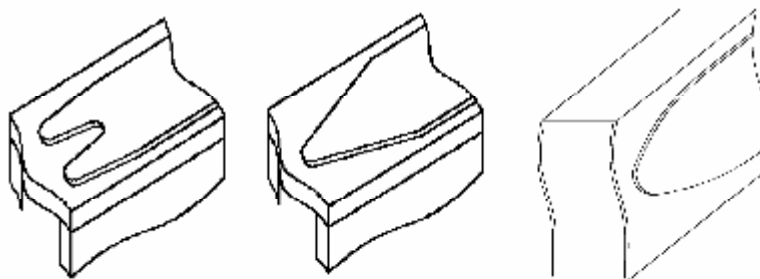

Рисунок 13.27
– накладки на лонжеронах и поперечинах рамы и платформы должны иметь концы в форме «ласточкина хвоста» или непрямолинейной формы, а не срезаны поперек. Не допускается сварка поперек полок и боковин лонжеронов (рисунок 13.27);